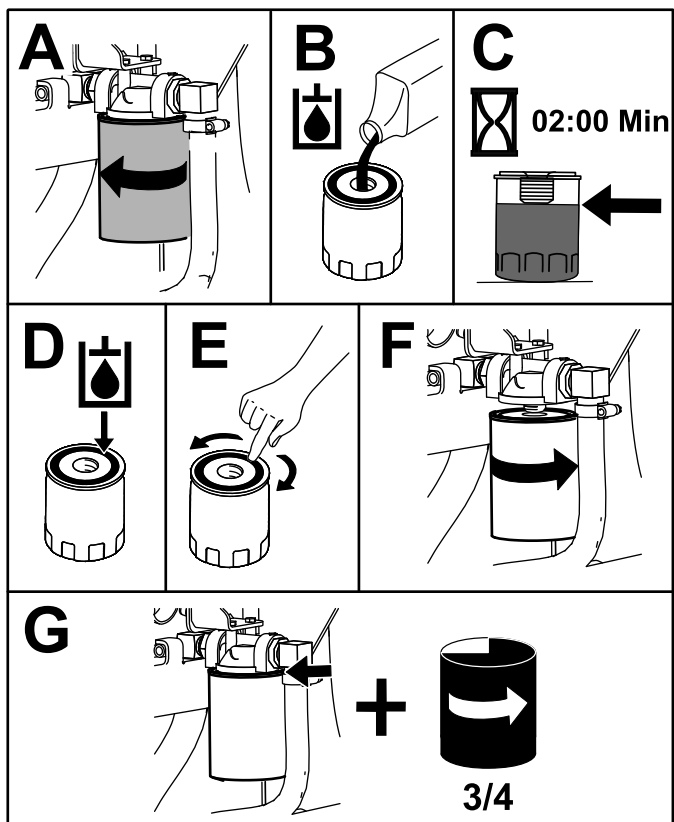

Figure 71
4. Placez un bac de vidange sous le filtre et remplacez le filtre (Figure 71).